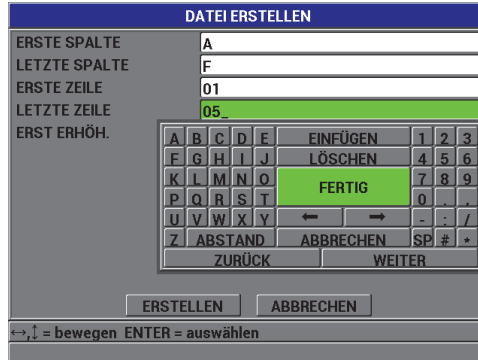

Abbildung 7-7 Konfiguration des ID-Bereichs einer 2D-Matrix
6. Im zweiten Fenster **DATEI ERSTELLEN** (siehe Abbildung 7-7 auf Seite 136):